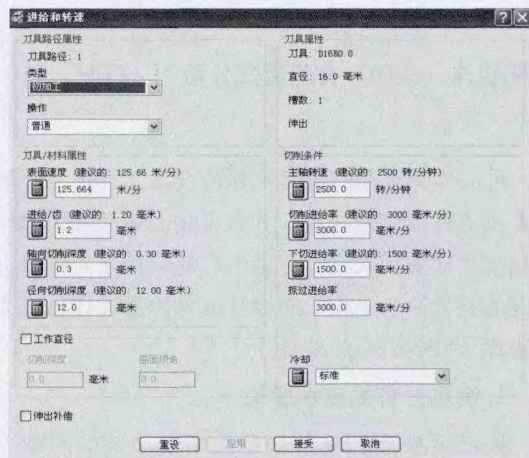

图13 切削参数设置对话框
(3) 单击“进给与转速按钮”，弹出进给与转速参数对话框，在“类型”的下拉对话框中选择粗加工，自动加载了图8设置的各项刀具切削参数值，如图13所示，单击接受按钮。